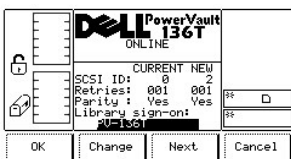

Figure 67. Setup > Library > SCSI > Dialogue Library Sign-On
- 1 Si la touche de fonction **Next** est enfoncée, le champ suivant de la liste devient le champ actif. Si le champ suivant est le champ Library sign-on, reportez-vous à la Figure 67.